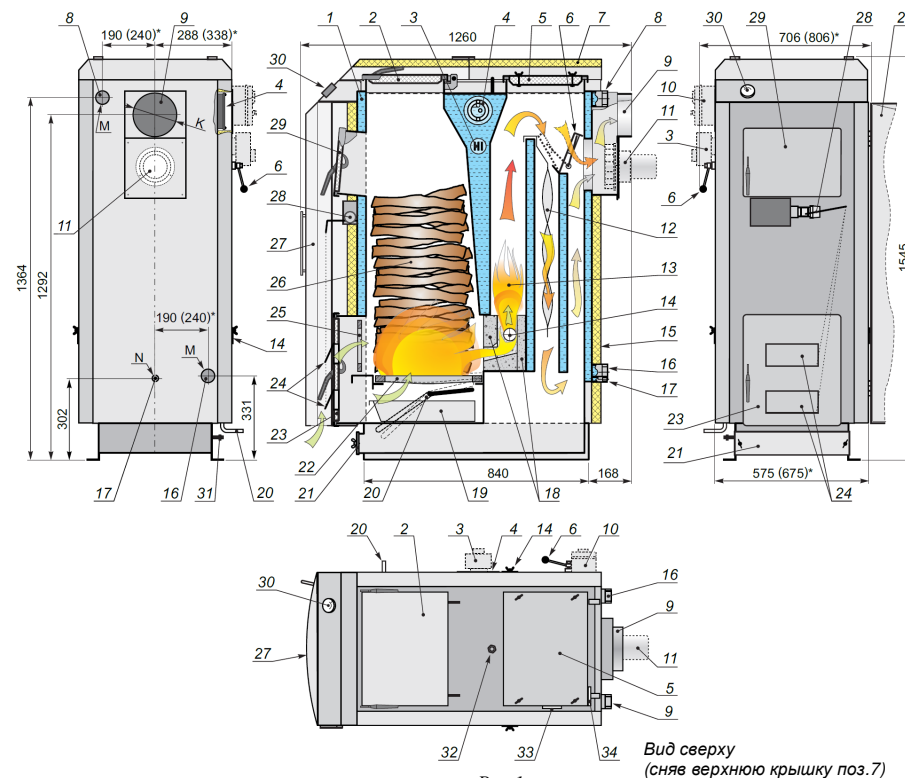

Рис.1.
Корпус котла (1) (см. рис. 1), сваренный из листовой специальной стали имеет полости, в которых нагревается вода. Толщина стенок внутренней части котла 6 мм, внешней – 3 мм. С наружи корпус обшит декоративными щитами (15) с термоизоляцией. Передняя часть закрыта декоративной дверью (27).
Уплотнительный шнур из стекловолокна; чугунные колосники (22) (см. рис.1) и чугунная защитная дверка (25); изоляционные плиты на крышках загрузки (2) и чистки (5); изделия из термостойкого бетона (18) (см. рис.1 и 5) при эксплуатации могут изнашиваться, выгореть, треснуть.